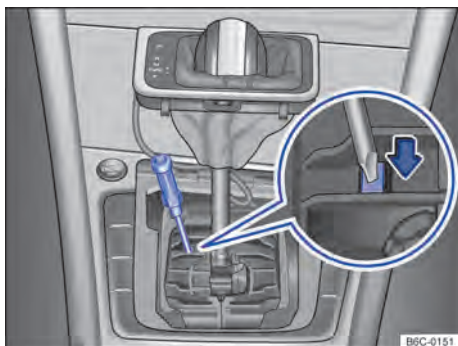

Fig. 99 Desmontar la cubierta de la palanca selectora y desbloquear el bloqueo de la palanca selectora de emergencia.
- Con ayuda de un destornillador presionar cuidadosamente la palanca de desbloqueo en la dirección de la flecha y mantenerla en esa posición → fig. 99.